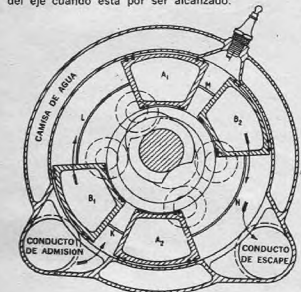

FIGURA 3
Los detalles de este proceso no se ven claramente en el esquema y no han sido dados a conocer. En la figura 3, por ejemplo, los pistones diametralmente opuestos A1 y A2, son mantenidos fijos oportunamente (se trata en definitiva de una especie de rueda libre, que impide la rotación en sentido contrario al de las agujas del reloj), mientras que los pistones B1 y B2, bajo el efecto de la expansión de la mezcla gaseosa que se encuentra en la cámara de la bujía (M), avanzan, rotando en sentido dextrógiro, de modo que en la cámara N se produce el escape, en la K la aspiración y en la L la compresión de la mezcla anteriormente aspirada.